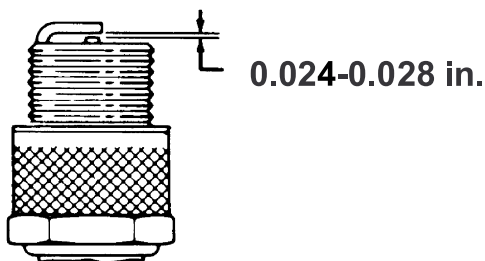

Bild 31
3. Achten Sie darauf, dass der Elektrodenabstand richtig eingestellt ist (Bild 31).